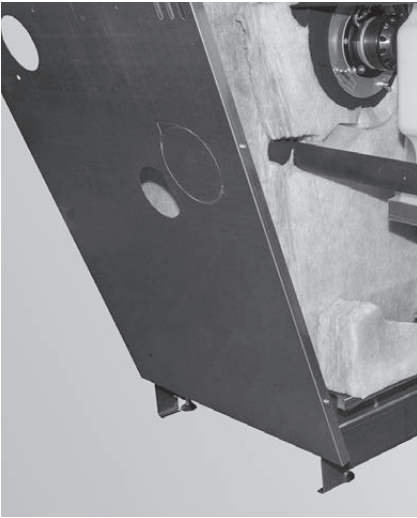
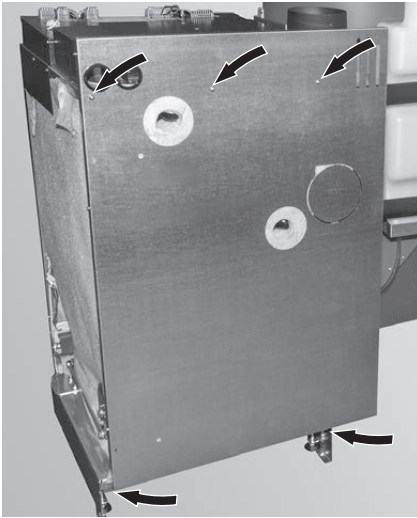

Fig. 67 Agganciare la parete posteriore alle viti in basso
Fig. 68 Avvitare saldamente la parete posteriore
- Agganciare la parete posteriore alle viti in basso (Fig. 67) e avvitare saldamente in alto con 3 viti autofilettanti. Serrare le due viti in basso – Fig. 68.